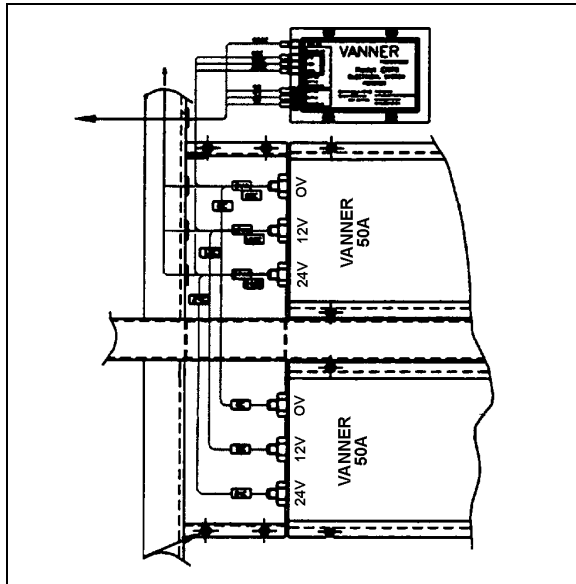

FIGURE 1: LOCALISATION DU VANNER (XL-40)
2. Retirer les écrous de fixation des câbles jaune et rouge connectés aux batteries. Retirer les trois écrous des égalisateurs qui fixent les câbles de connexion (24V, 12V, 0V ou GRD) (voir fig. 1 et 2).